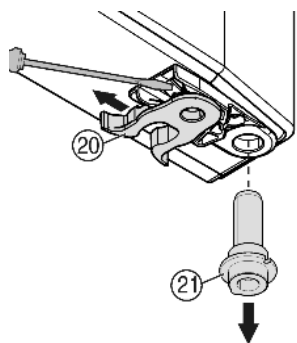

Fig. 8
- Pružinovú zvierku Fig. 8 (20) premiestnite: Zaisťovací jazyček potlačte nadol, ponad ňu stiahnite pružinovú zvierku.
- Ložiskový čap Fig. 8 (21) vytiahnite z puzdra dverí a spolu s podložkou nasadte na opačnej strane. Zaisťovací jazyček musí smerovať na vnútornú stranu dverí, drážka na vonkajšiu stranu.
- Dvere dolu zasuňte a ložiskový čap Fig. 8 (21) nasadte do ložiskovej konzoly. Prípadne ložiskový čap potočte tak, aby mohol zaklapnúť.